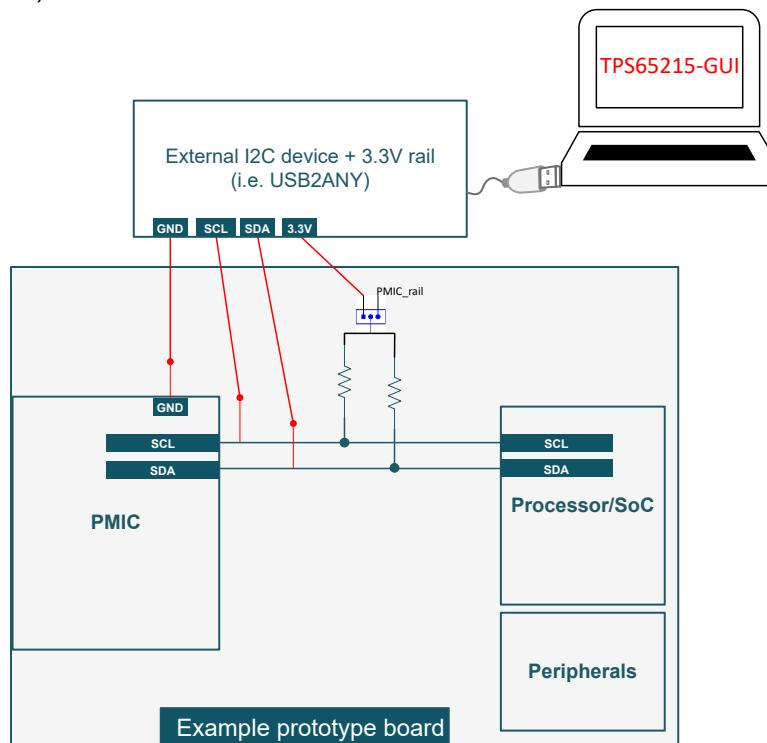

图 3-2. 原型示例
- b. **原型板**：默认情况下，用户可编程的 TPS6521505 NVM 附带的所有电源资源均处于非活动状态，并且 EN/PB/VSENSE 引脚配置为“Push-Button”，FSD 处于禁用状态 ( $\text{PU\_ON\_FSD} = 0x0$ )。如果此引脚上拉至 VSYS，当有效电源连接到 VSYS 时，PMIC 会保持关闭状态（初始化状态）。此配置允许在执行上电序列之前重新对 NVM 进行编程。图 3-2 展示了客户需要在原型板中包含哪些内容来重新对 PMIC NVM 进行编程。所需的元件包括 GND、SCL、SDA 上的三个测试点，以及一个 1x3 单排接头连接器，该连接器会在外部 3.3V 和 PMIC 电源轨（在正常应用中为 I2C 引脚供电）之间选择上拉电源。USB2ANY（可在 TI.com 上获取）可用于与 PMIC 通信并对 NVM 设置重新编程。